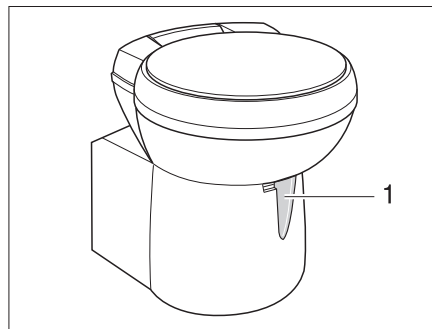

Bild 145 Thetford-Toilettenschüssel, schwenkbar
- Vor dem Spülen den Schieber der Thetford-Toilette öffnen. Dazu den Schieberhebel (Bild 145,1) entgegen dem Uhrzeigersinn schieben.